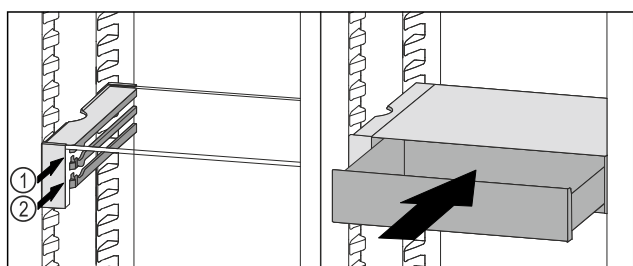

Fig. 103
- Posizionare il cassetto VarioSafe dietro i tappi sulla nervatura desiderata Fig. 103 (1) o Fig. 103 (2).